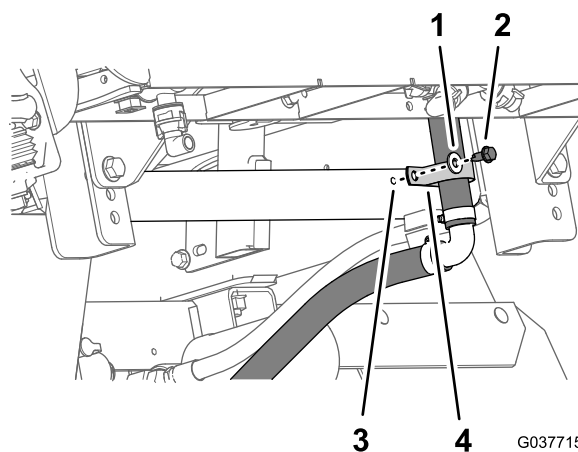

Figure 79
- Fixez le bas du flexible de dérivation à la plaque de serrage arrière de la machine (Figure 79) à l'aide du